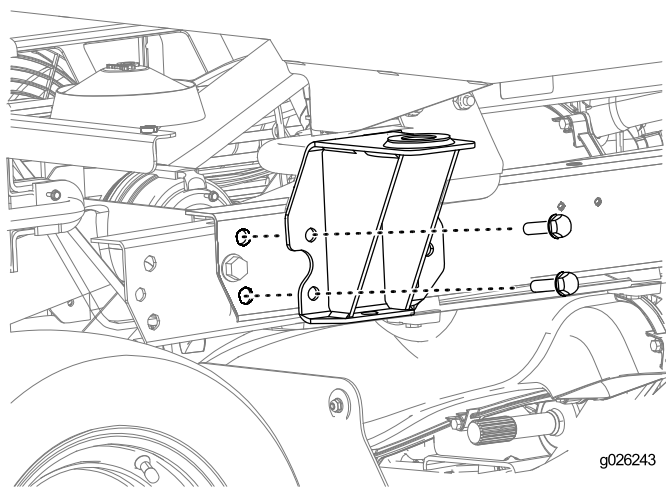

Рисунок 21
1. Установите на машину задние кронштейны, как показано на Рисунок 21, используя детали крепления, снятые с узла системы защиты оператора при опрокидывании Демонтаж системы защиты оператора при опрокидывании \(страница 8\).